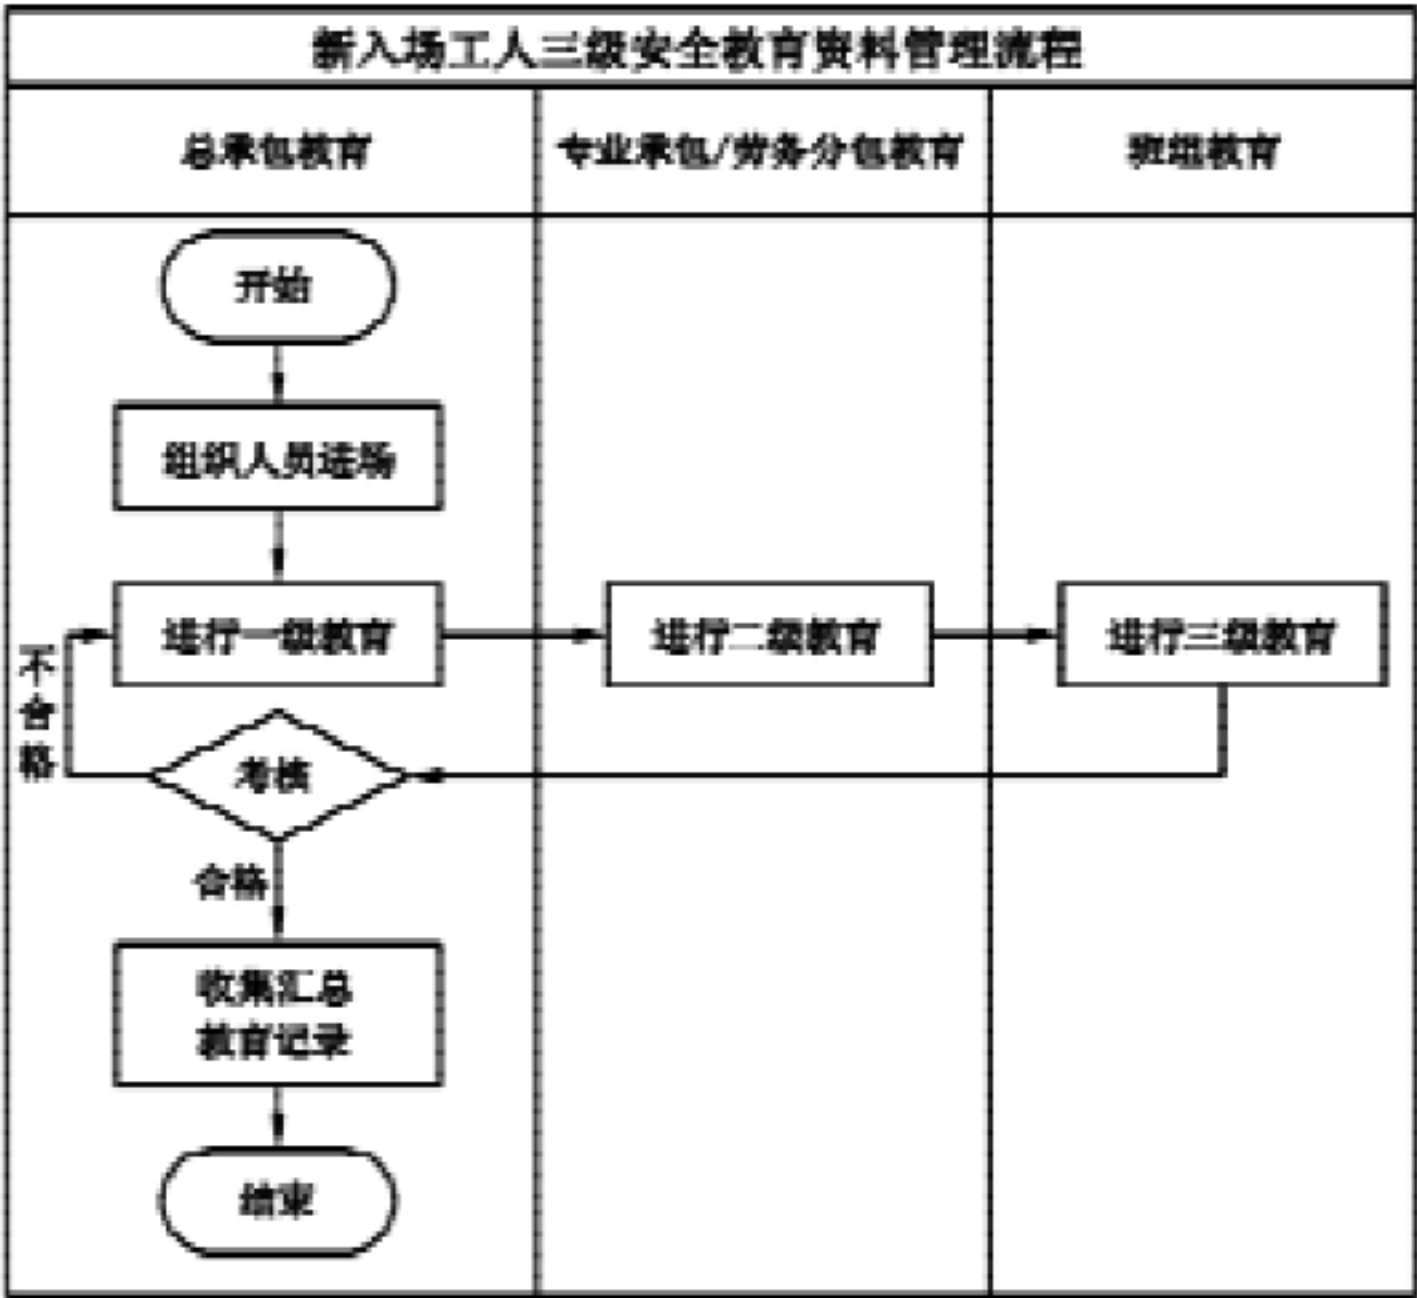

图 7-5 新入场工人三级安全教育资料管理流程
7.6.3 新入场工人三级安全教育资料管理流程(图 7-5)如下: